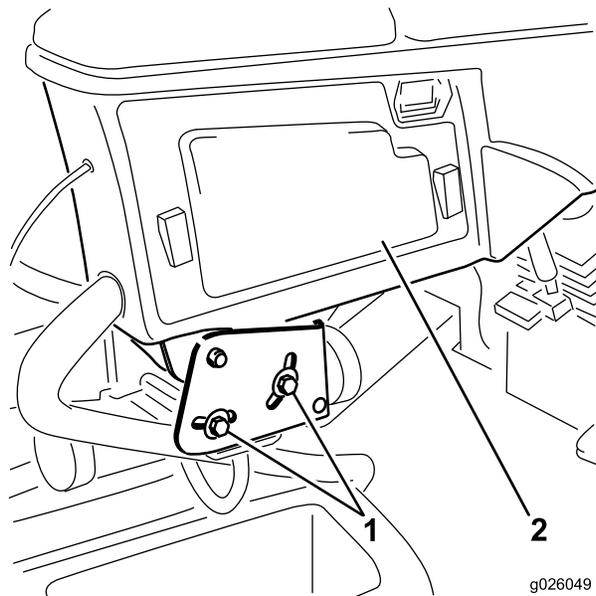

Figura 1
4. Retire los 2 pernos de ajuste que sujetan el brazo de control al soporte del asiento (**Figura 1**). Aparte el brazo de control con cuidado.
5. Instale el brazo de control con los 2 pernos de ajuste del brazo de control que se retiraron anteriormente (Figura 1). Haga los ajustes necesarios.
1. Retire el panel de acceso del lado del brazo de control (Figura 1).
6. Instale el panel de acceso en el brazo de control (Figura 1).